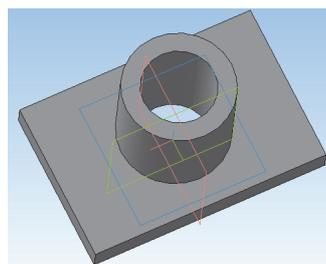

Рис. 5.8
21. В цилиндрической части детали образуется сквозное вертикальное отверстие (рис. 5.8).